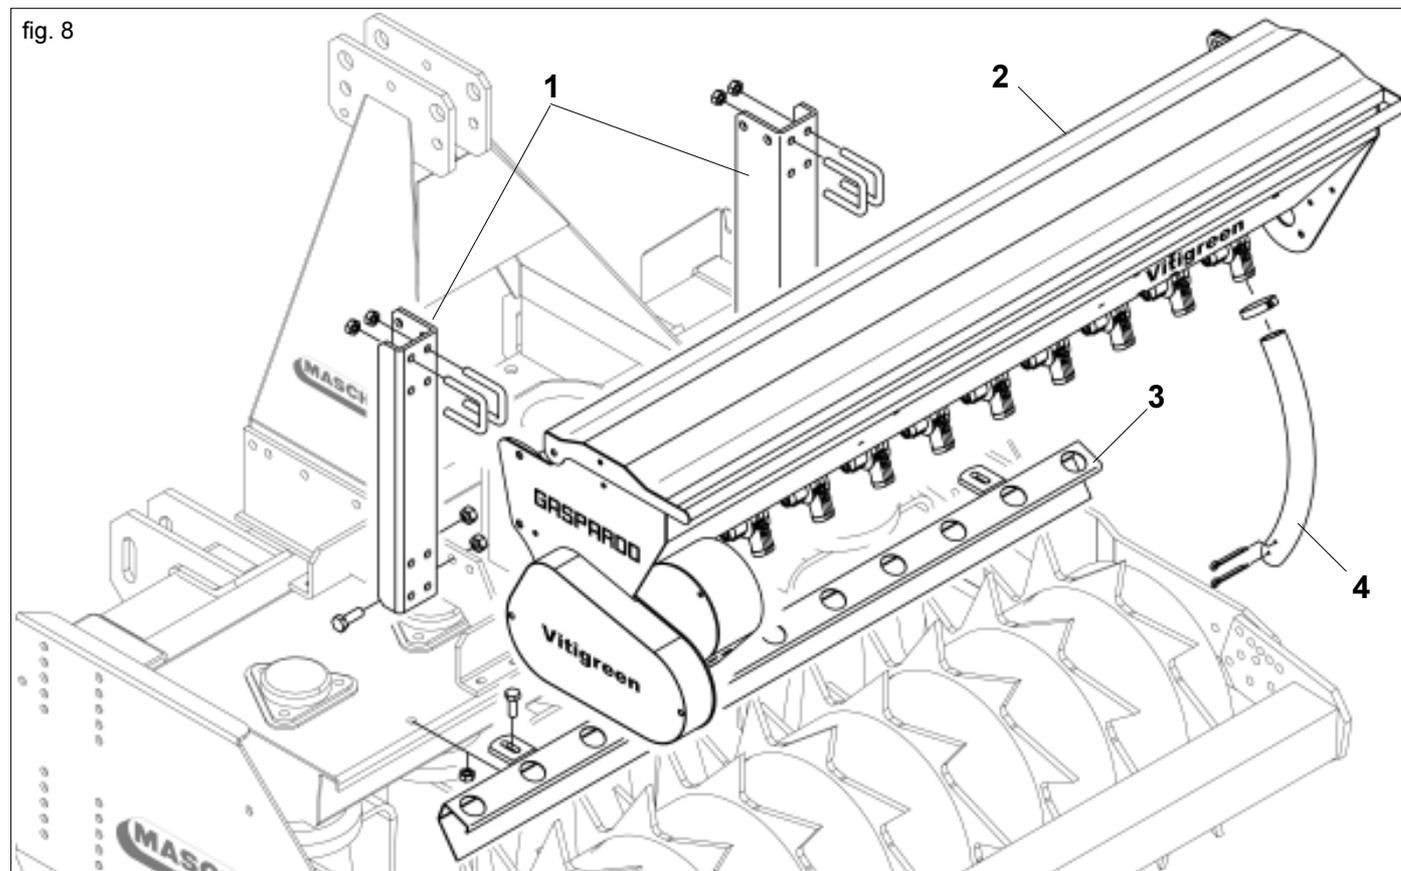

fig. 8
- 1) Fixer les supports de la trémie (1) sur l'équipement DLV de MASCHIO comme indiqué en Figure 8.
- 2) Moyennant les quatre cavaliers, fixer la barre de soutien (1 Fig. 10) de la trémie (2 Fig. 8) sur les supports (1 Fig. 8), en la centrant sur l'axe de l'équipement (Fig. 9).
- 3) Fixer sur l'équipement la barre de distribution des graines (3 Fig. 8).
- 4) Raccorder, avec les tubes de descente (4), la trémie à la barre de distribution des graines (3 Fig. 8).